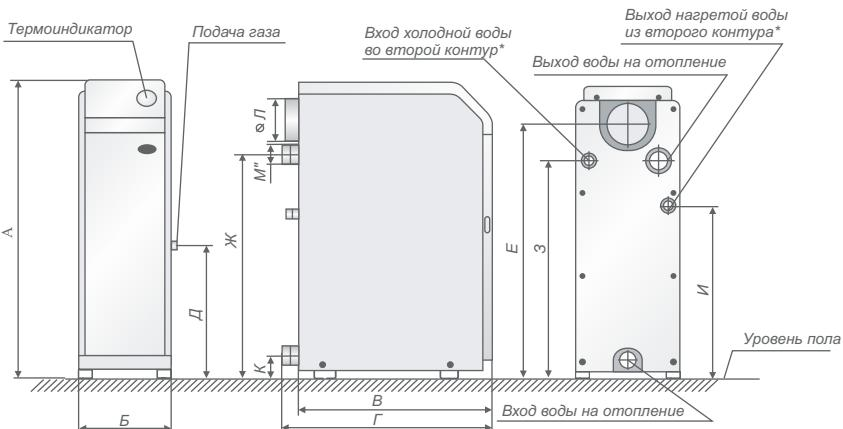
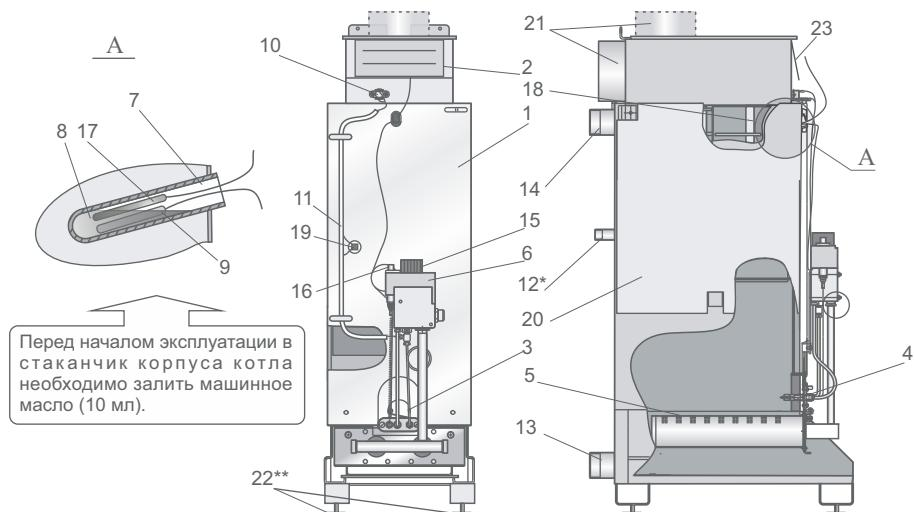

Рис. 1. Общий вид котла "Житомир-3"
Рис. 2. Схема конструкции котла "Житомир-3"
5.1. Котёл (рис.1) выполнен в виде напольного шкафа прямоугольной формы, лицевая сторона которого закрыта дверкой, обеспечивающей доступ для запуска котла и управления его работой.
Котёл состоит из следующих основных частей: корпуса котла (поз.1 рис.2), который состоит из топки и теплообменника. В теплообменнике котла установлены турбулизаторы поз. 18 для наиболее полного отбора тепла при сжигании природного газа и передачи его теплоносителю; газохода (поз. 2); горелок: основной (поз.5) и запальной (поз.4); автоматики безопасности с газовым клапаном поз.6; патрубков подвода (поз.13) и отвода теплоносителя (поз.14). В котлах с встроенным водонагревателем предусмотрены присоединительные патрубки (поз.12). На лицевой части корпуса котла расположено смотровое окно (поз.3) для контроля за розжигом и работой котла. В стаканчик (поз.7) установлен баллон термоиндикатора поз.17 и термобаллон (поз.9) газового клапана, служащий для управления его работой. Термостат (датчик тяги) (поз.10) служит для обеспечения его безопасной работы. Для наиболее полного отбора тепла снаружи корпус котла покрыт теплоизоляцией и декоративным стальным кожухом, покрытым порошковой эмалью. В верхней части кожуха котла установлен термоиндикатор для контроля температуры воды в кotle, (рис. 1).
6.8. При установке котла в систему отопления с открытым расширительным сосудом установка датчика перегрева (п.19, рис.2) не требуется, при условии, что отказ терmostата управления не вызывает опасную ситуацию для пользователя или повреждение котла (ГОСТ Р 51733-2001).